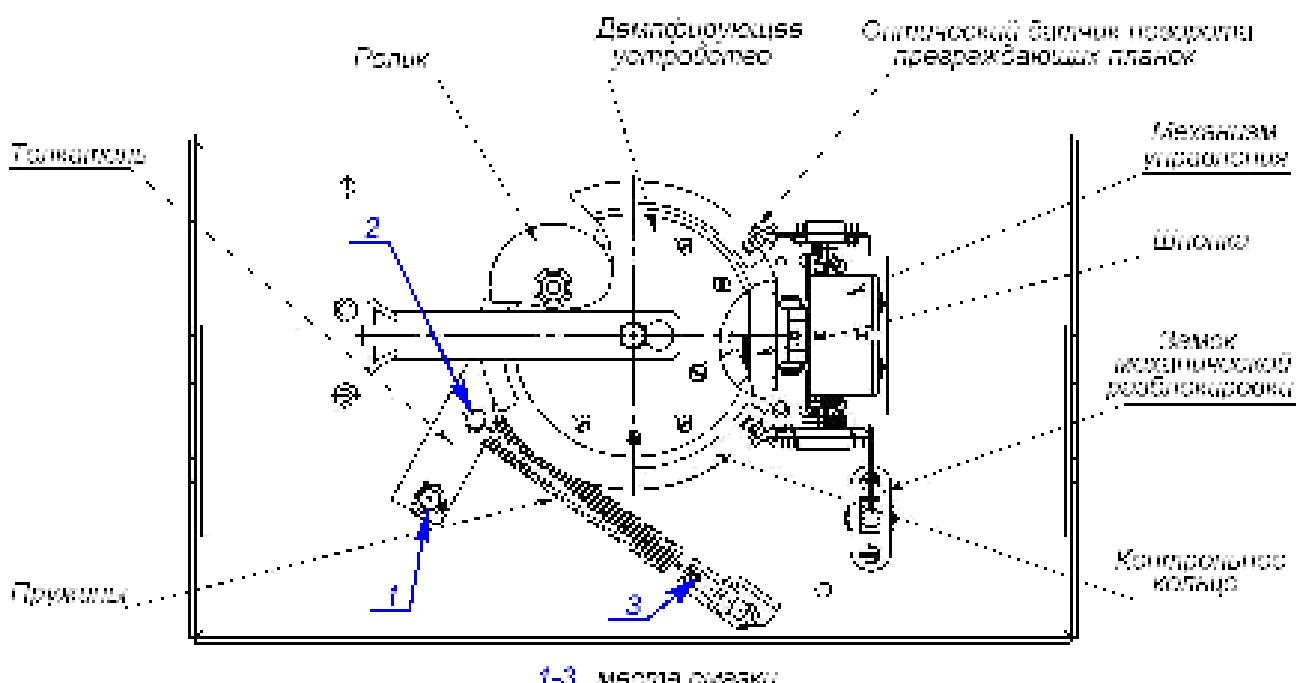

Рисунок 28. Расположение внутренних деталей и узлов стойки ЭП
2. Снимите крышку (3) в порядке, указанном в разд. 6 и положите ее на ровную устойчивую поверхность.
3. Осмотрите устройство доворота (толкатель, пружины и ролик), оптические датчики поворота преграждающих планок и демптирующее устройство (см. рис. 28).
- четыре втулки на устройстве поворота – две на оси вращения толкателя и две на оси крепления пружин, а также отверстия в деталях крепления пружин, по две - три капли масла в каждое место смазки (места смазки указаны на рис. 28);
- механизмы секретности замка механической разблокировки (9) и замка крышки (4) со стороны замочной скважины.